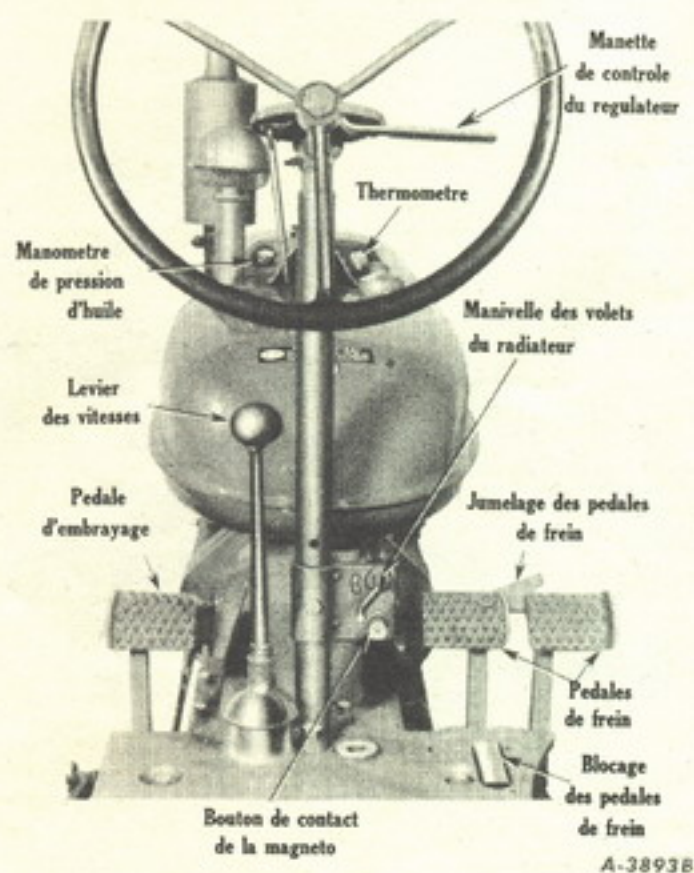

Figure 4 .
(voir figures 4 et 6)
Les combustibles distillates ont une densité supérieure à celle de l'essence et ont, par conséquent, besoin de plus de chaleur pour parvenir à une vaporisation complète. Avant de faire démarrer un moteur au distillate, fermer complètement les volets du radiateur en tournant la manivelle de commande (voir figure 4) de toute sa course vers la gauche (sens inverse des aiguilles d'un montre). Après que le moteur a démarré, le laisser fonctionner avec les volets du radiateur fermés jusqu'à ce que l'aiguille du thermomètre soit nettement sur la graduation "RUN" (marche); régler alors les volets de façon que l'aiguille reste au centre de la
(1) Placez le levier des vitesses au point mort (*voir figures 4 et 9*).
(5) Fermez les volets du radiateur (*voir figure 4*).
(6) Tirez le bouton de contact de la magnéto (*voir figure 4*).
(7) Faites faire au moteur un ou deux tours à la manivelle. Ouvrez ensuite à moitié le volet obturateur d'air du carburateur.
(8) Faites tourner le moteur à la manivelle jusqu'au démarrage.